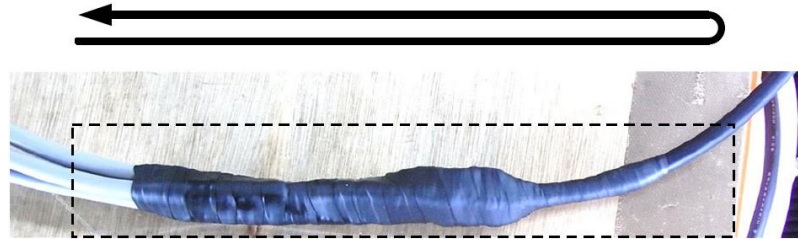

図15.防水処理(参考)/FIG 15. Waterproof treatment (reference)
- ⑥-3 自己融着テープの保護のため、自己融着テープが隠れるようにビニールテープを1往復巻きます(図15、16参照)。
Protect self adhesive tape. Wrap the vinyl tape around to hide the self-adhesive tape. (See FIG 15 and 16)